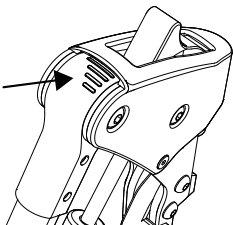

bild 42
3. Streckmarkeringarna fungerar som guide för vinkelinställningen (bild 42).